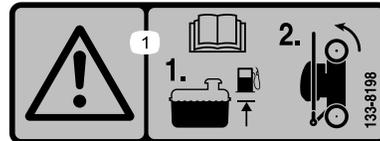

Figure 21
1. Assurez-vous que le niveau d'essence dans le réservoir de carburant ne dépasse pas celui recommandé par le constructeur du moteur ; reportez-vous à l'autocollant du constructeur apposé sur le moteur (Figure 21).